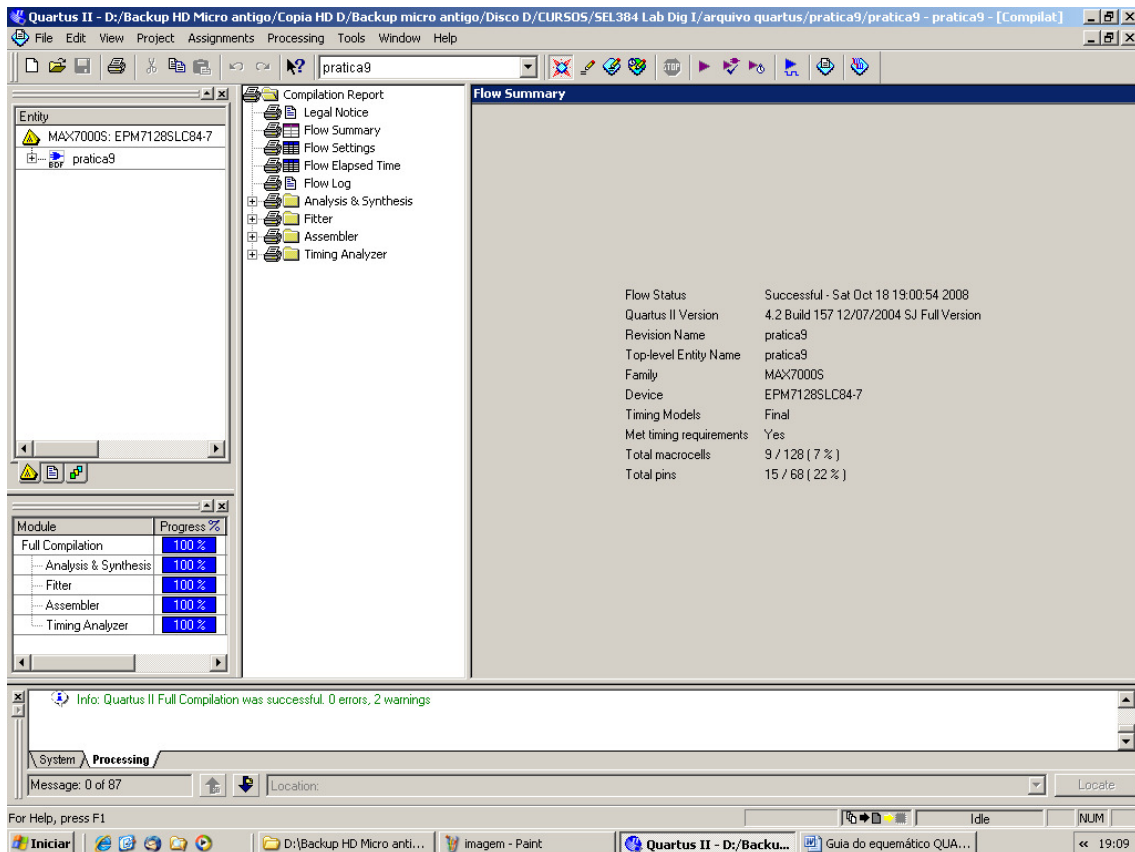

Figura 4.2 Tela gerada pela compilação de um projeto.
2. Durante a Compilação, aparecem mensagens de toda a compilação numa janela de Mensagens, como mostra a Figura 4.2. É possível selecionar uma mensagem e localizar sua fonte no arquivo de projeto ou outro arquivo.